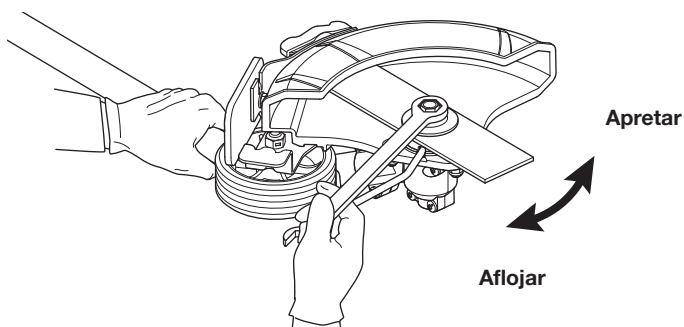

Fig. 9
3. Mientras sostiene la varilla de traba, afloje la contratuerca girándola **en el sentido de las agujas del reloj** con una llave de 13 mm (Fig. 9).
8. Mientras sostenga la varilla de traba, apriete la contratuerca girándola **en sentido contrario a las agujas del reloj** (Fig. 9). Cerciñese que la cuchilla de la bordeadora quede plana y centrada en relación con el eje de salida cuando apriete la contratuerca.